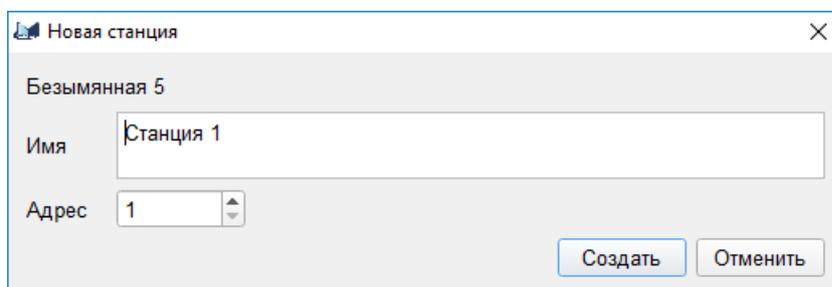

Рис. 40
4.2.3.2. Диалоговое окно настройки новой станции NP сети показано на рис. 40.